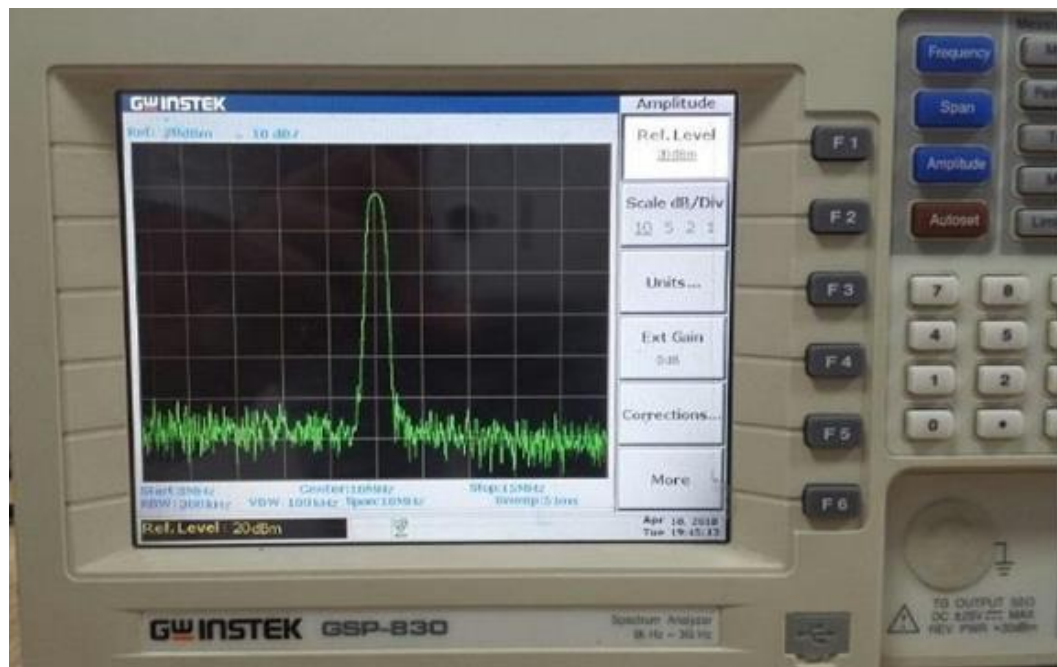

ILUSTRACIÓN 2
- Ingresar el número 10 con cualquiera de las opciones mencionadas y seleccionar MHz como unidad con el teclado numérico, luego la Frecuencia Central del Analizador se colocará en 10 MHz (**ILUSTRACION.2**)